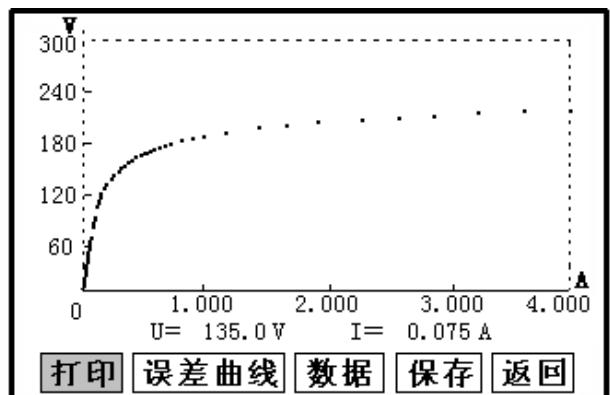

图 7
接线图见 (图 6), 测试仪的 A、X 为电压输出端, 试验时将 A、X 分别接互感器的 S1、S2 (互感器的所有端子的连线都应甩开)。合上功率开关, 设置完毕按 “开始” 键后, 再按下 “确定” 键, 即可进入试验界面。试验开始后仪器将自动升压、升流并在界面上实时显示电压、电流值。当实际电压、电流值达到设置输出电压或输出电流值时试验结束, 试验完成后, 切断电压输出, 显示拐点电压、电流值, 并绘出伏安特性曲线图。(见图 7)
试验结束后，屏幕显示出伏安特性测试曲线（见图 7）。该界面上各操作功能如下：
- **误差曲线**: 在图 7 的界面中，将光标移至“误差曲线”选定后，屏上
如果用户想查看或转存其中的某一个记录，可以将光标移动到该组记录，点击后液晶屏上会显示此记录的伏安特性曲线，如图 7 所示，在此界面下，用户可以打印，计算误差曲线，查询拐点、数据等功能。